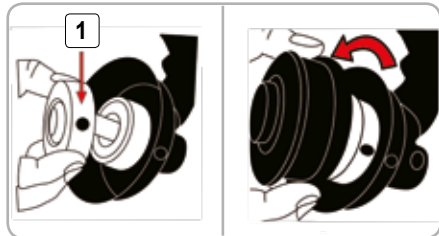

Fig.9
**Montarea capului de tăiere cu nailon Fig. 9**
- Acesta se fixează pe partea de sus a fișei cu canelură Fig 9 (1).